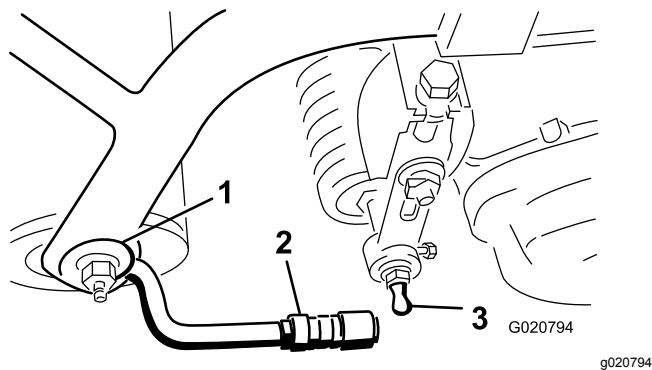

Figure 8
3. Repoussez le manchon sur chaque douille de rotule et accrochez la douille à la tige rotule du plateau de coupe. Relâchez le manchon gaine pour qu'il vienne recouvrir la tige et solidarise les ensembles (Figure 8).